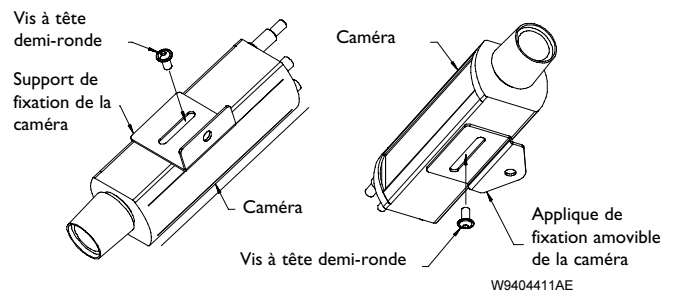

Figure 8 : Fixation de la caméra
3. Fixez solidement la caméra au support au moyen de la vis à tête demi-ronde 20¼ x ½" fournie dans le kit matériel. Veuillez vous référer aux figures 8, 9 et 10.